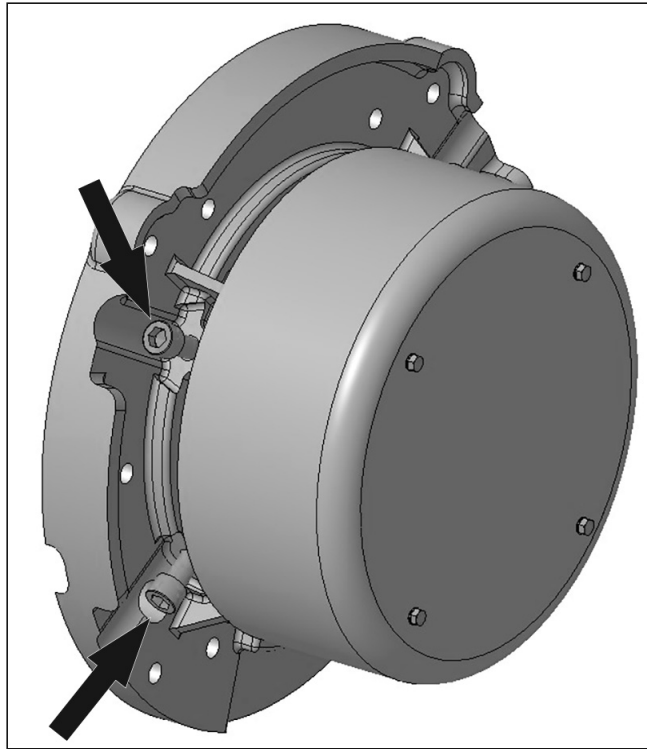

FIGURA 19. ISTRUZIONI PER LA RIMOZIONE E IL MONTAGGIO DELLE VITI DI SUPPORTO DEL ROTORE PER IL TRANSITO
4. Sostituire le viti di supporto per il transito con le 4 viti di chiusura in dotazione e serrare a 50 Nm. Fare riferimento a: Figura 19 a pagina 34.
2. Individuare e rimuovere le 4 viti di chiusura sul coperchio del cuscinetto lato condotto. Fare riferimento a: Figura 19 a pagina 34.